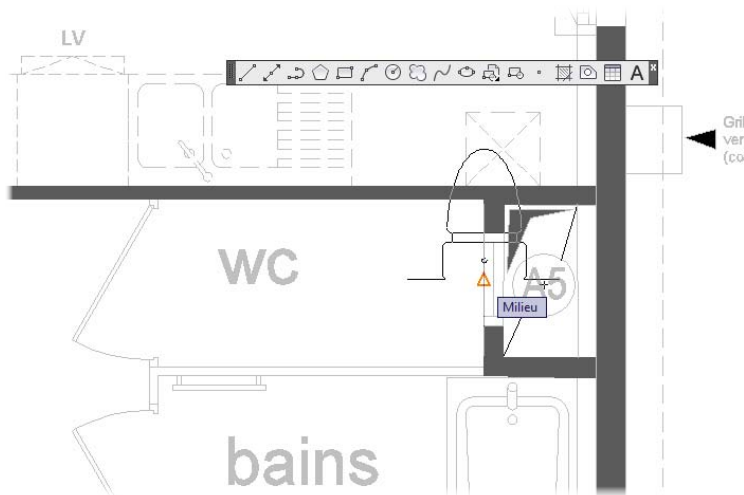

Figure 4.12
10. Cliquez sur OK. Vous êtes maintenant en possession du symbole WC que vous pouvez placer sur le plan (voir Figure 4.12).